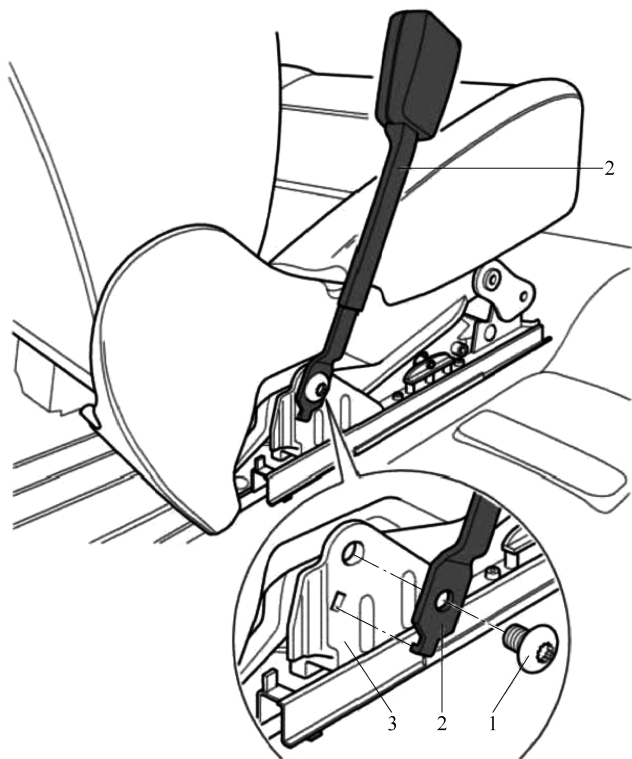

图 12-3 拆卸前座安全带锁扣
① 拆下前排座椅。
② 剪断软管扎带并拉出安全带锁扣线束。
③ 拧下螺栓 1 ($40\text{N} \cdot \text{m}$)。
④ 将安全带锁扣 2 从座椅骨架 3 的支架上拆下，如图 12-3 所示。